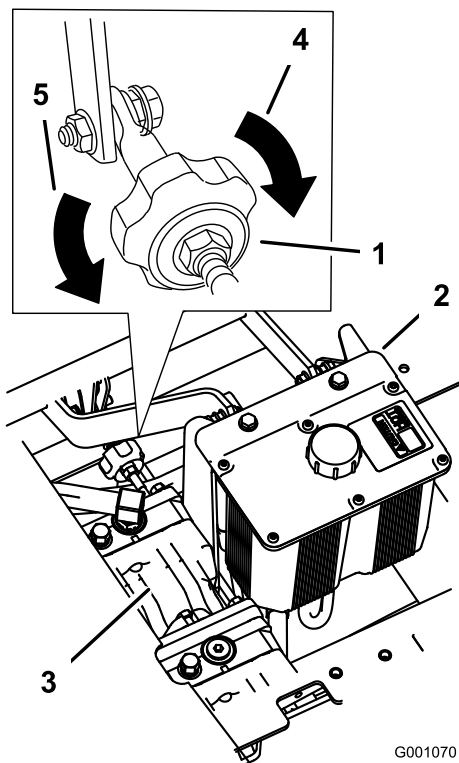

Bild 60
4. Wenn die Maschine nach rechts gehen soll, drehen Sie das Handrad zur rechten Seite der Maschine. Siehe Bild 60.
5. Wenn die Maschine nach links gehen soll, drehen Sie das Handrad zur linken Seite der Maschine. Siehe Bild 60.